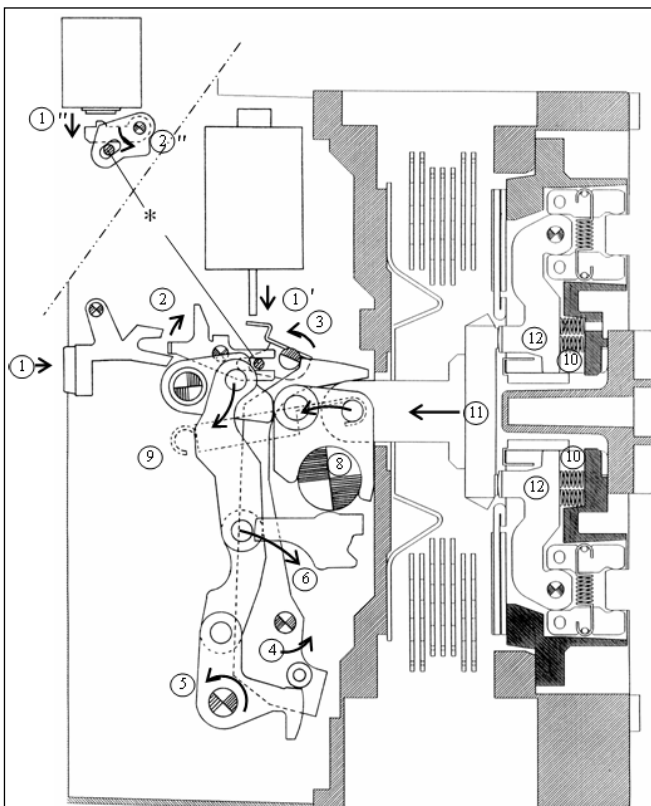

Abb. 24 Öffnungsbewegung
Durch den im Uhrzeigersinn rotierenden Schliessnocken (8) werden das Schliessgelenk und das obere Gelenk (9) geradeaus gedrückt. Dadurch rotiert der Schliessnocken (10) in Verbindung mit dem Schliessgelenk (9) gegen den Uhrzeigersinn, so dass die Querstange (11) gegen den Uhrzeigersinn rotiert und damit der bewegliche Kontakt (12) in Berührung mit dem festen Kontakt (13) kommt. Zu diesem Zeitpunkt sind die Komponenten wie in Abb. 24 dargestellt angeordnet.